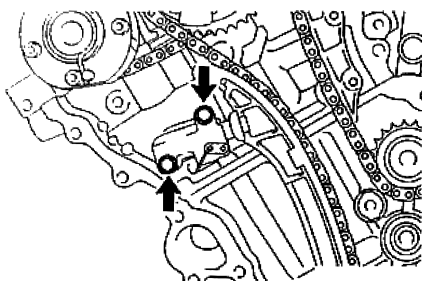

图 1-64 安装链条张紧器
② 向下移动挡片以卡紧锁扣,并将一把六角扳手插入挡片孔中。
③ 用两个螺栓安装链条张紧器,见图 1-64。